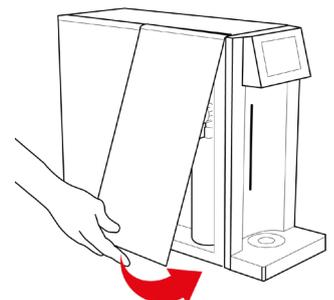

Fig. 2-13
23.6 – Rimontare il pannello laterale in plastica, inserendolo prima nella sede superiore per consentire l'aggancio dello stesso al telaio dell'apparecchio e poi appoggiare la parte inferiore del pannello contro l'apparecchio, vedi Fig. 2-13.